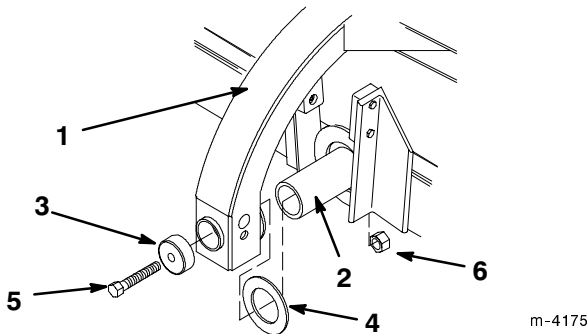

Figure 2
1. Monter la rondelle de butée et le châssis de pivot sur l'axe à l'arrière de la tête de balai (Fig. 2).
2. Fixer le châssis de pivot à l'aide d'un capuchon de pivot, d'un boulon de 19 mm (3/4") x 26,7 cm (10 1/2"), et d'un écrou de 19 mm (3/4") (Fig. 2).